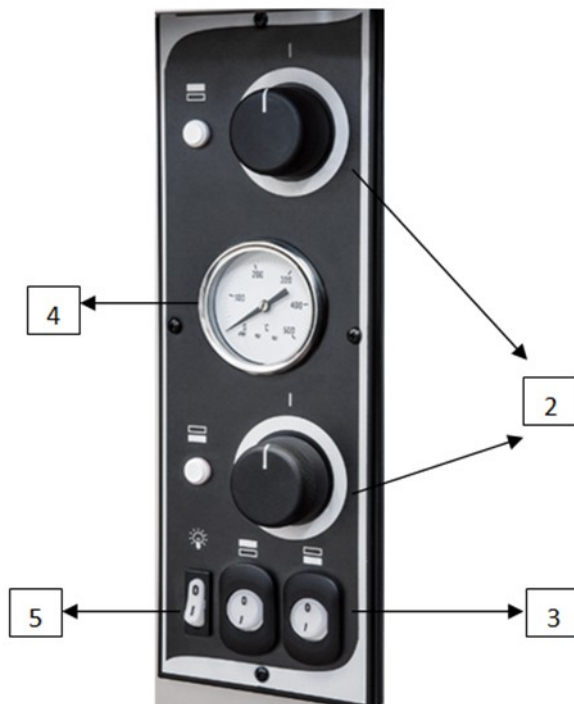

ABB.1 Bedienfeld Modell PROF1
LEGENDE ABB.1
- 3) Den Schalter der Widerstände (**ABB.1- Ref.3**) auf die **Pos."I"** stellen;
- 4) Den Betrieb der Widerstände aktivieren, dazu die Temperaturregler(**ABB.1; - Ref.2**) auf eine Temperatur von **150°C** einstellen, die auf dem Drehknopf angegeben ist; die entsprechenden Kontrollleuchten leuchten auf und zeigen den Betrieb der aktiven Widerstände an;
- 6) Den Betrieb der Widerstände deaktivieren, dazu die Temperaturregler(**ABB.1;- Ref.2**) auf die **Pos."0"** stellen; die zugehörigen Kontrollleuchten gehen aus;
- 8) Die Tür wieder schließen und den unter Punkt **4)** beschriebenen Vorgang wiederholen; diesmal die Temperaturregler (**ABB.1,- Ref.2**) entsprechend der Angaben auf dem Drehknopf auf eine Temperatur von **400°C** stellen.
- 10) Den Betrieb der Widerstände deaktivieren, dazu die Temperaturregler (**ABB.1;- Ref.2**) auf die Pos. **"0"** stellen; die zugehörigen Kontrollleuchten gehen aus;
- 2) Den Schalter der Widerstände (**ABB.1;- Ref.3**) auf die **Pos."I"** stellen;
- 3) Den Betrieb der Widerstände aktivieren, dazu die Temperaturregler(**ABB.1;- Ref.2**) auf die gewünschte Temperatur stellen, es schalten sich die Kontrollleuchten ein und zeigen den Betrieb der aktiven Widerstände an;
- 4) Wenn der Backofen die gewünschte Temperatur erreicht hat (siehe Punkt **9)** dieses Abschnitts), welche auf dem Thermometer (**FIG.1 Rif.4**) ablesbar ist, können die zu backenden Pizzen in den Backofen gegeben werden;
- 6) Um den Innenraum des Backofens zu beleuchten den Schalter der Backofenlampe drücken (**ABB.1-Ref.5**);
- 1) Den Ofen ausschalten, dazu die Schalter, die die Widerstände (**ABB.1;- Ref.3**) aktivieren, sowie die Temperaturregler (**ABB.1;- Ref.3**) auf die **Pos. "0"** stellen.